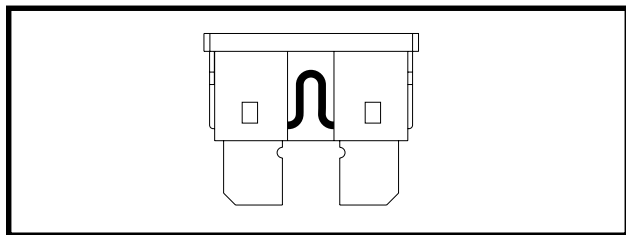

Figure 19. Fusibile funzionante
2. Esaminare il fusibile per accertarsi che sia bruciato. Vedere le figure 19 e 20A.